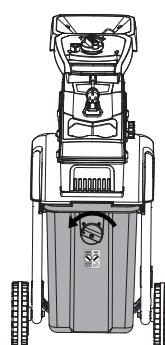

Figura 12
Svuotamento del vassoio di raccolta (Figura 12)
2. Ruotare la leva di bloccaggio (6) in senso antiorario in posizione "OFF" per sbloccare il vassoio di raccolta (5) (Figura 12).